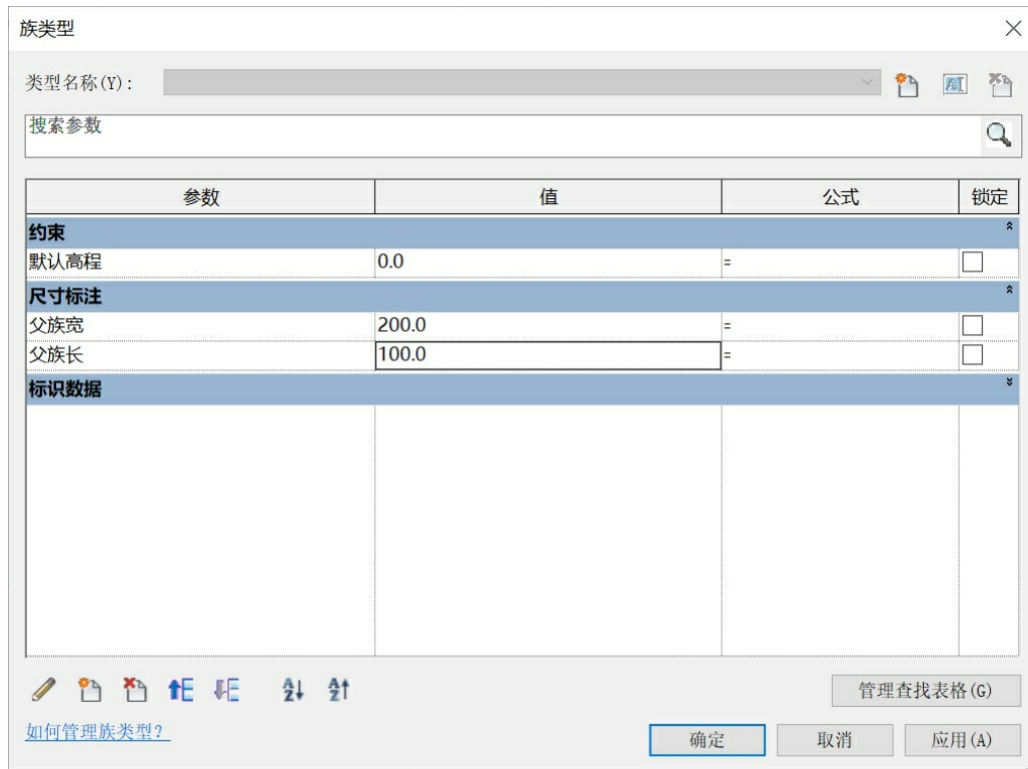

图7-94
(6) 在“父族.rfa”的“族类型”对话框中，添加实例参数“父族宽”和类型参数“父族长”，分别输入“200”和“100”作为参数值，如图7-94所示。